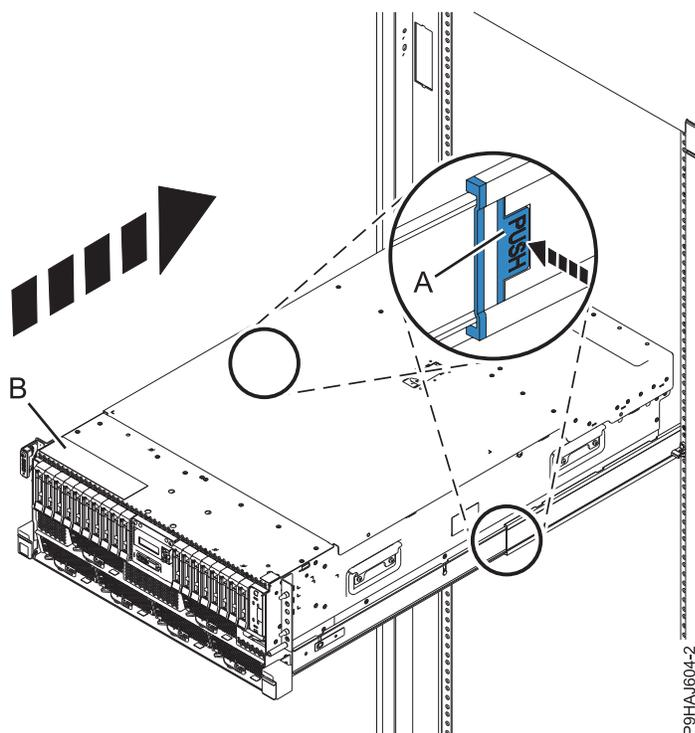

Figure 68. Mise en position de fonctionnement du système
2. Pour un système monté en armoire, déverrouillez les loquets de sécurité bleus (**A**) en les poussant vers l'intérieur, comme illustré dans la figure 68. Assurez-vous que les bras de routage des câbles peuvent bouger librement. Veillez à ne pas bloquer ou plier les câbles situés à l'arrière de l'unité centrale quand vous poussez celle-ci en position de fonctionnement.